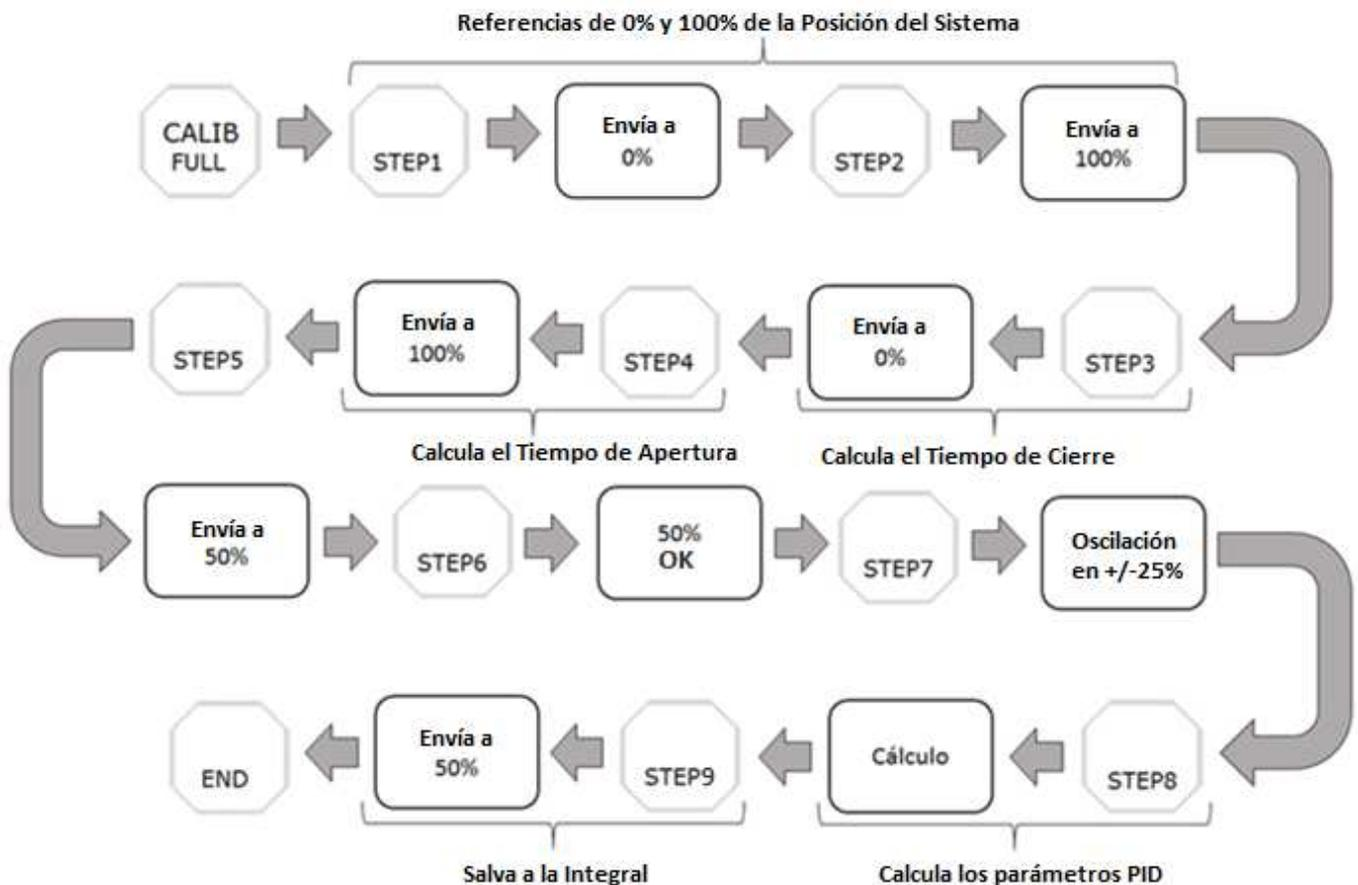

Figura 3.13 – Diagrama de pasos de la auto calibración completo.
- **Auto Calibración Completo (*Full Auto Calibration*):** realiza los procedimientos automáticos de calibración del sensor de posición y sintonía del control PID, de forma secuencial. Para más detalles sobre cada uno de estos procedimientos, vea los ítems anteriores. La figura 3.13 indica los pasos de este procedimiento.